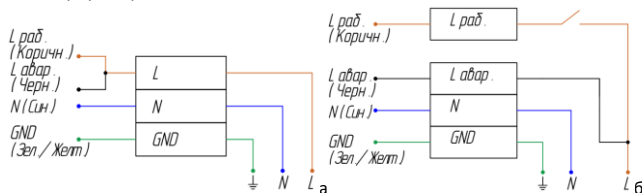

Рисунок 3 — Схема подключения аварийного светильника:
5.4. Возможны две схемы подключения готового светильника к сети (см. рисунок 3).
- 5.6. Если предполагается включать и выключать светильник в рабочем режиме, присоедините фазный рабочий провод (L_{раб.}) к клемме L_{раб.} через выключатель (см. рисунок 3, б). В данном случае возможно включение/отключение рабочего освещения через выключатель. В случае возникновения аварийного отключения электроэнергии светильник автоматически перейдет в аварийный режим при любом положении выключателя.